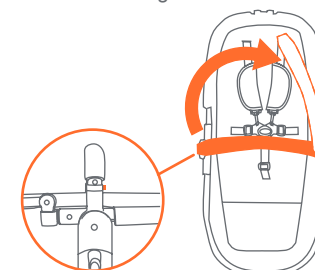

Fig. 4b
- Para sacar la barra frontal, presione el botón de liberación que está en la parte inferior de la barra y sáquela del ancla. Mueva la barra hacia arriba para tener acceso a la sillita (Fig. 4b).